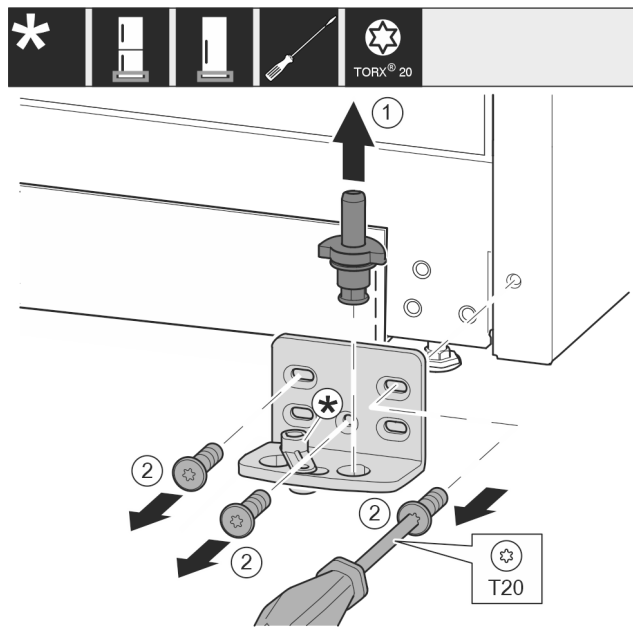

Fig. 12
- ▶ Ložiskový čap vytiahnite úplne nahor. Fig. 12 (1)
- ▶ Skrutky vyskrutkujte skrutkovačom T20 a odnímate ložiskovú konzolu. Fig. 12 (2)